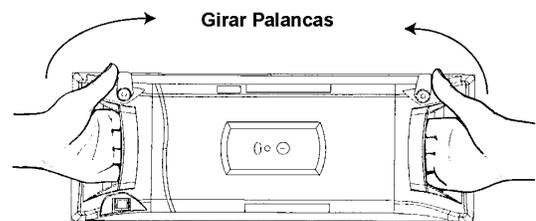

Figura 27
4. Gire las dos palancas y remueva la puerta como se muestra en la Figura 27. Coloque la puerta en un lugar seguro.